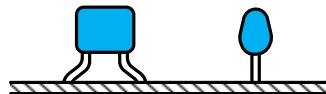

図6 積層セラミックコンデンサの取付け方
- ③ 積層セラミックコンデンサ (C1～C5, C8) は、図6に示すように絶縁チューブをかぶせずリードの曲がりまでプリント基板に差し込み取付ける。